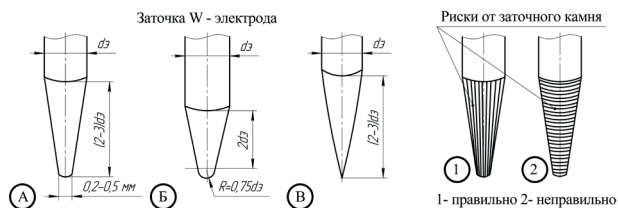

Рис. 8.4. Пример заточки вольфрамового электрода:
**Особое значение следует уделить правильности заточки вольфрамового электрода, т.к. это влияет на качество и форму сварного шва (см. рис. 8.4).**